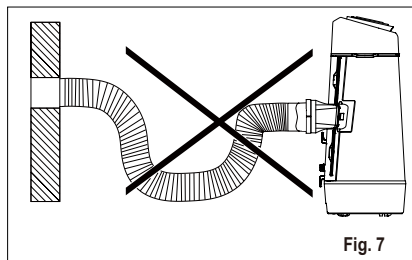

Fig. 7
-  Le tuyau peut être allongé de sa longueur d'origine de 38 cm à 150 cm, mais il est préférable de lui donner une longueur minimale. Assurez-vous également que le tuyau n'a pas de pliure ou d'affaissement aigus. (Fig. 7)